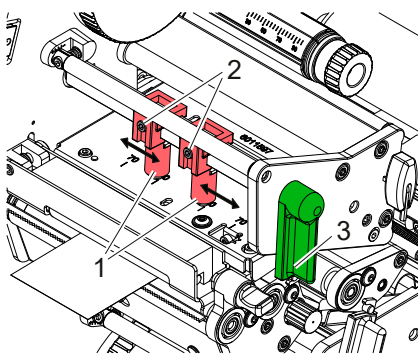

Bild 14 Kopfdrucksystem oben einstellen
2. Rastbolzen (6) ziehen. Das Andrucksystem (1) schwenkt nach oben.
3. Hebel (8) gegen den Uhrzeigersinn und Hebel (10) im Uhrzeigersinn drehen, um beide Druckköpfe anzuheben.
4. Führungen (5,9) durch Drehen des Knopfes (7) so weit auseinander fahren, dass das Material dazwischen passt.
5. Material wie in Bild 14 durch beide Druckeinheiten bis zur Zugwalze (2) führen und zwischen den Führungen (5,9) platzieren.
6. * Geräte mit Messer: Knopf (3) zur Seite schieben und die Messerbaugruppe (4) vom Drucker abschwenken, Material zwischen den Klingen des Messers hindurch schieben und Messer anschwenken.
7. Führungen durch Drehen des Knopfes (7) dicht an die Materialkanten heranfahren.
9. Rastbolzen (6) ziehen. Andrucksystem (1) nach unten drücken und mit Rastbolzen verriegeln.